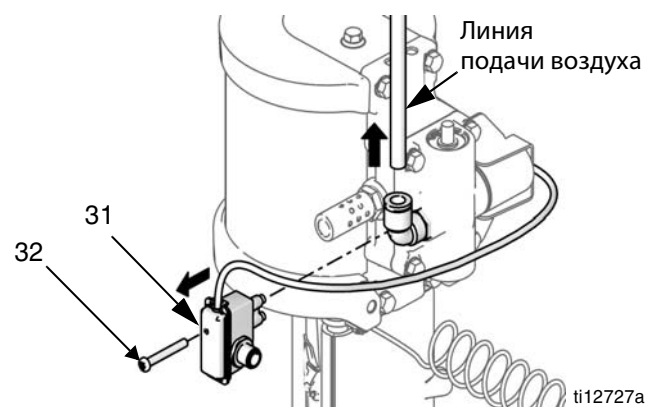

Рис. 3: Снятие узла язычкового переключателя и воздушной линии
1. Для двигателей с модулем DataTrack: Удалите винт, чтобы отсоединить язычковый переключатель от воздушного клапана. См. Рис. 3, стр. 9.
2. Выкрутите и извлеките четыре винта (18) с помощью торцового ключа размером 10 мм. Извлеките воздушный клапан (17) и прокладку (16*♦).
4. Удалите четыре винта (18) и удалите коллектор (15*) и две прокладки (14*).
5. Снимите управляющие клапаны (19) с верхней и нижней крышек с помощью торцового ключа размером 10 мм.